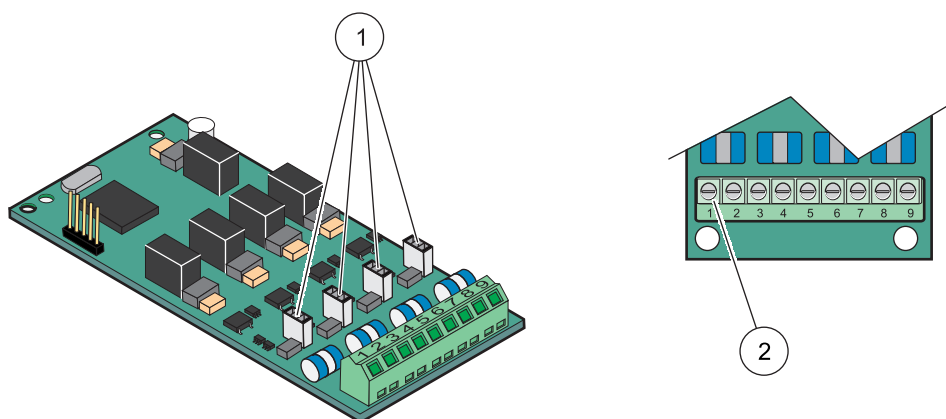

Рисунок 22 Подключения кабеля платы входа (YAB018) и установка переключки
4. Пропустите кабель через основание модуля, хорошо подготовьте и вставьте каждый провод в клемму в соответствии с Рисунок 22 и Таблица 5. Осторожно подергайте провод после каждой вставки, чтобы убедиться в том, что соединение надежно.